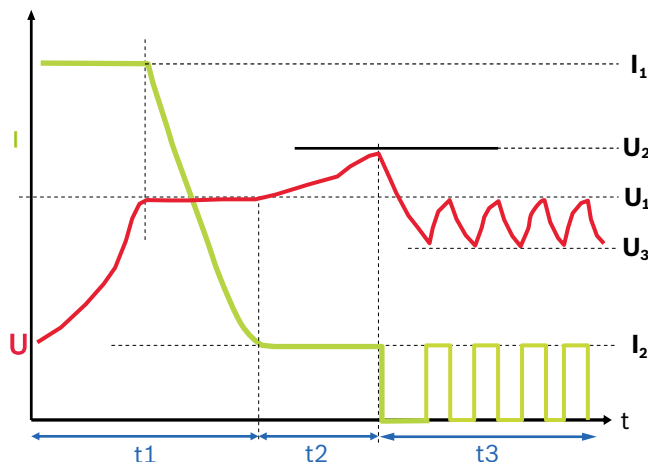

Abb. 4: Ladekennlinie
- 1 Ladefortschritt (siehe Ladekennlinie Abb. 4)